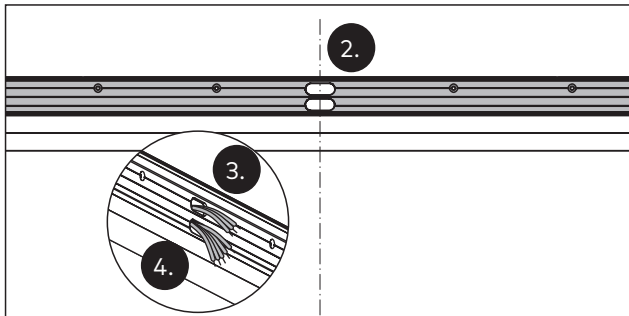

Abb. 9 Den Montagewinkel positionieren
2. Den Montagewinkel auf der Mittellinie positionieren (Abb. 9).
3. Die Anschlussleitung 230 V durch das obere Loch im Montagewinkel führen (Abb. 9).
4. Die Kabel für die externen Geräte durch das untere Loch im Montagewinkel führen (Abb. 9).